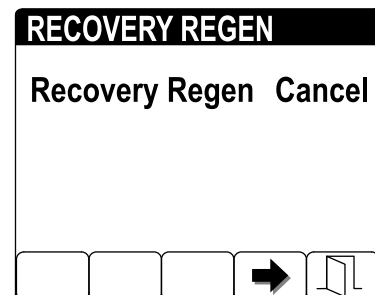

Bild 63
2. Drücken Sie Taste 4, um eine geparkte Regenerierung oder eine Wiederherstellungs-Regenerierung abzubrechen (Bild 63).